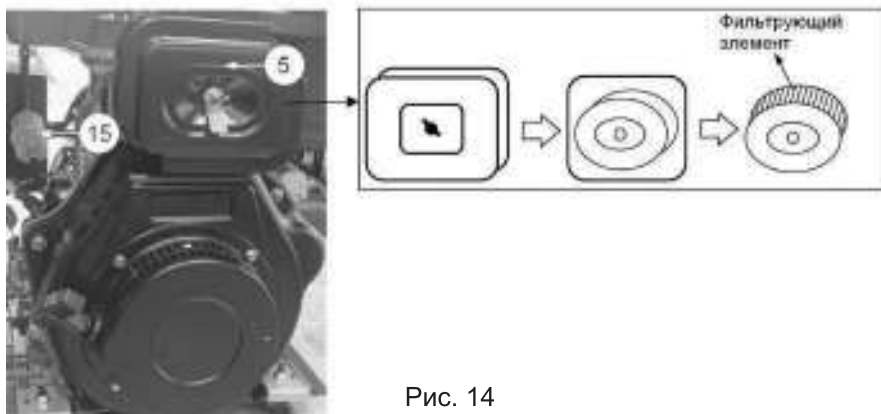

Рис. 14
1. Открутите гайку-барашек и снимите крышку воздушного фильтра 5 (рис. 14). Извлеките элементы фильтра и разъедините их.
Фильтр тонкой очистки 15 (Рис. 14) одноразовый. Его необходимо менять согласно регламенту технического обслуживания (Таблица 3).